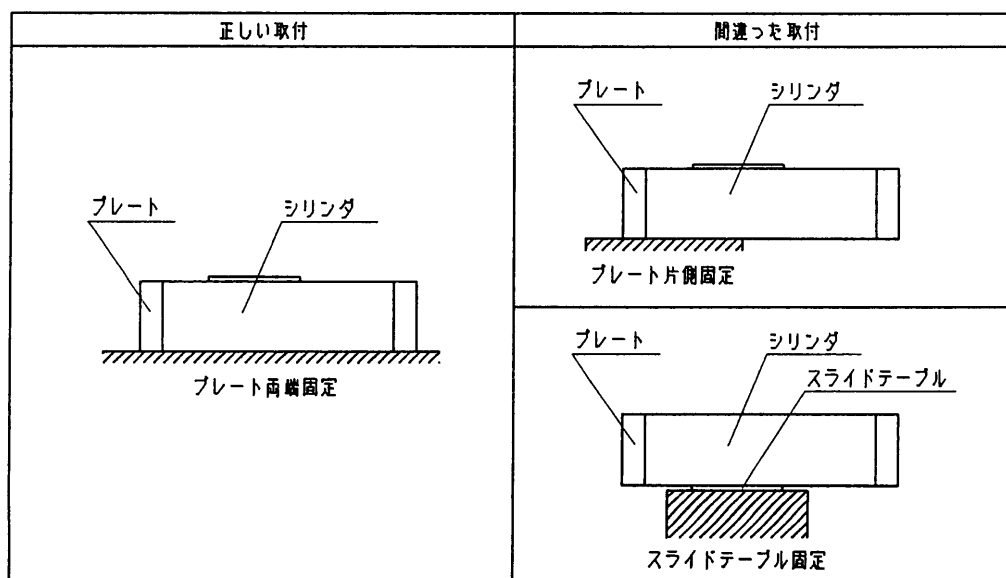

図1. シリンダ取付例
- ①シリンダ上面のトップカバーに直接物を載せたり、力を印加することのないようご注意ください。トップカバーが変形し、スライドテーブル（外部移動子）表面に接触する場合があります。
- ②シリンダは、必ず両端プレートをボルトにて固定してご使用ください（両端固定）。スライドテーブル固定や片側プレートのみの固定での使用は絶対避けてください。シリンダに過大なモーメントがかかり、不適合発生を招く場合があります。（図1参照）